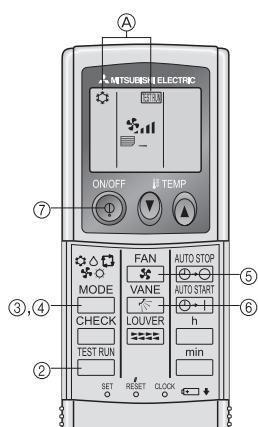

Fig. 6-2
6.2.2. Utilisation de la télécommande sans fil (Fig. 6-2)